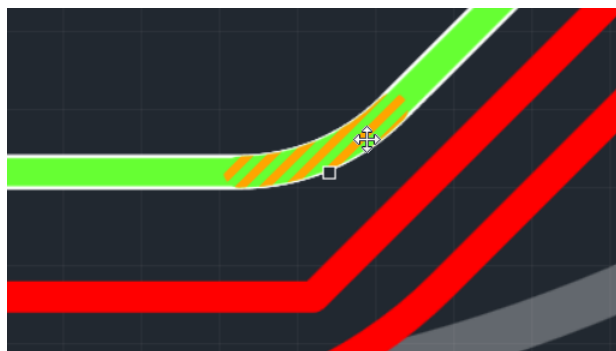

Рис. 257 Выбор вершины
1. Выберите вершину, см. Рис. 257.